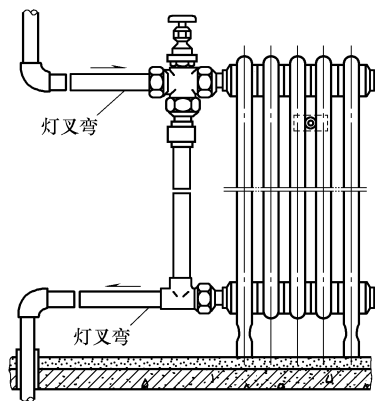

图 5-12 明管明装单管三通阀的正确安装位置
(7) 明管明装单管三通阀的安装如图 5-12 所示，该图主要突出了三通阀的正确安装位置。
(8) 为了节省用料，作为采暖工程的最后一道工序的支管安装，应力求做到工程完工不剩料，所以，上道立管安装工序剩余的短管应用气焊焊接加以利用，但在一节管段上只允许有一个焊口。
(9) 暗装或半暗装的散热器支管必须与散热器槽墙角相适应，以达到美观。
(10) 散热器支管过墙时，除了应该加设套管外，还应注意支管不准在墙内有接头。
(11) 支管上安装阀门时，靠近散热器一侧应该与可拆卸件连接。